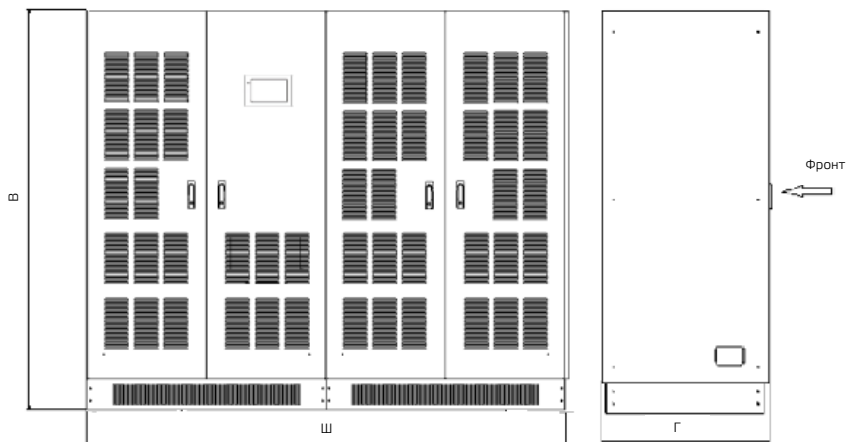

Рис. 3-4: Внешний вид ИБП данной серии (400 – 500 кВА) в сборе
5. ИБП данной серии (10 – 300 кВА) встроен в шкаф, а ИБП (400 – 500 кВА) состоит из шкафа выпрямителя и шкафа инвертора, как показано на рис. 3-4. Шкаф выпрямителя и шкаф инвертора имеют одинаковый размер. Каждый шкаф должен быть установлен отдельно, а затем шкафы соединяются параллельно.